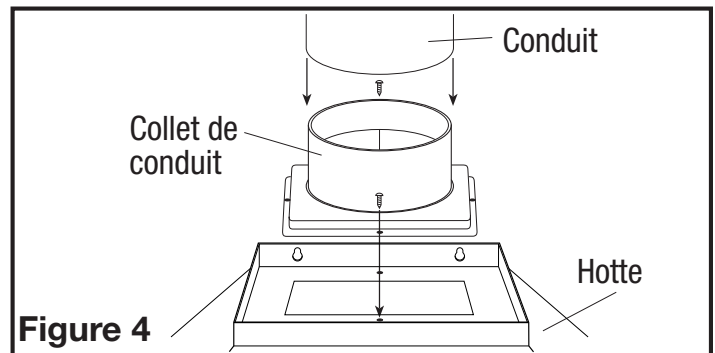

Figure 4
1. Installez le collier de conduit inclus sur la hotte avec les quatre vis #6 à pointe arrondie fournis. Assurez-vous que les joints des conduits et les pénétrations extérieures sont scellés avec du mastic ou tout autre matériau similaire pour créer un passage d'air étanche afin de minimiser la perte ou le gain de chaleur et réduire le risque de condensation. Placez / enveloppez l'isolant autour du conduit et / ou ventilateur afin de minimiser la possibilité d'accumulation de condensation à l'intérieur du conduit, ainsi que la perte ou le gain de chaleur (**Figure 4**).
1. Raccorder le conduit au collet de conduit et le serrer en place en utilisant du ruban adhésif pour sceller tous les joints (**Figure 4**).